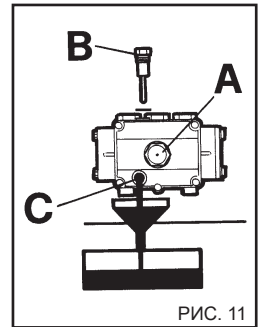

РИС. 11
Периодически контролируйте уровень масла в насосе высокого давления через индикатор, рис. 11A или при помощи шупа контроля уровня, рис. 11 B.
1) Отвинтите пробку слива, находящуюся под насосом, рис. 11 C.
2) Отвинтите пробку с шупом контроля уровня, рис. 11.